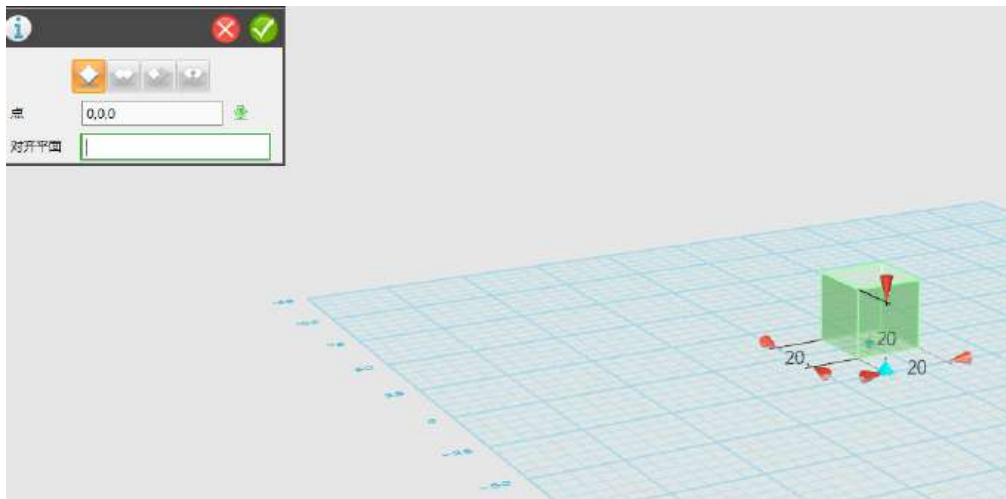

图 1-1
Step 1 点击“基本实体”，选择“六面体”功能。在方格面正中心放置一个六面体，将长、宽、高均设置为 20，点击 确定。这个六面体是一个辅助的体，用来创建耳环中间的圆柱，如下图 1-1 所示：